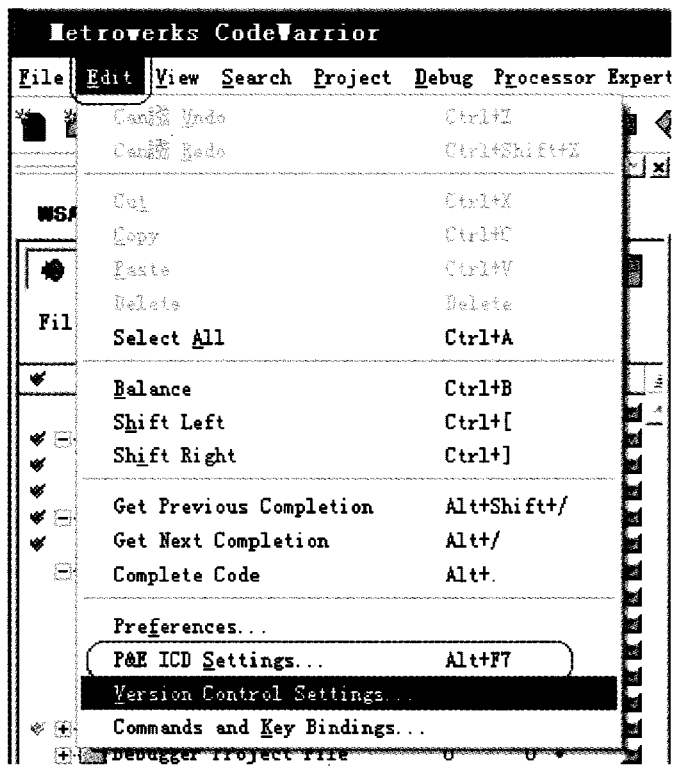

图 5.2 P&E ICD 设置菜单
- ① 选择主菜单 Edit 下的 P&E ICD Settings 子菜单(参见图 5.2: P&E ICD 设置菜单)。